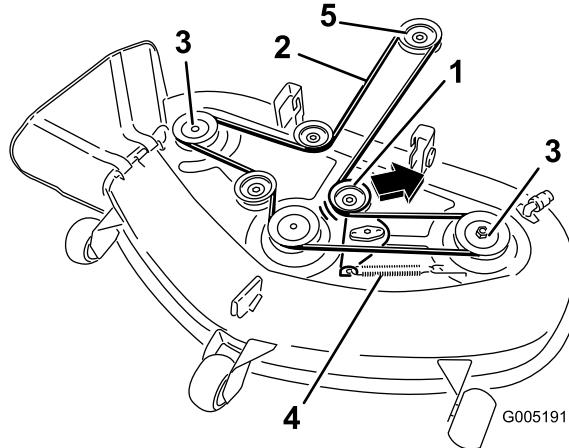

Figura 44
- Tire de la polea tensora en el sentido que muestra la Figura 44 y retire la correa de las poleas.
- Pase la correa nueva alrededor de las poleas del motor y del cortacésped (Figura 44).
- Tire de la polea tensora en el sentido que muestra la Figura 44 y pase la correa por la polea tensora (Figura 44).